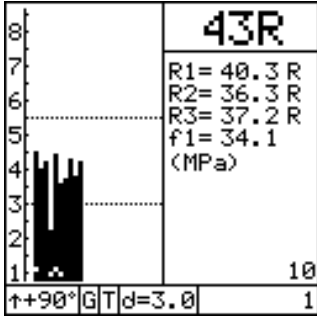

图 4-6
- 自定义曲线 - 当选择此项时，回弹值的计算是根据用户自定义的曲线进行的。（见图4-6）此时显示屏上的回弹值已经过修正。